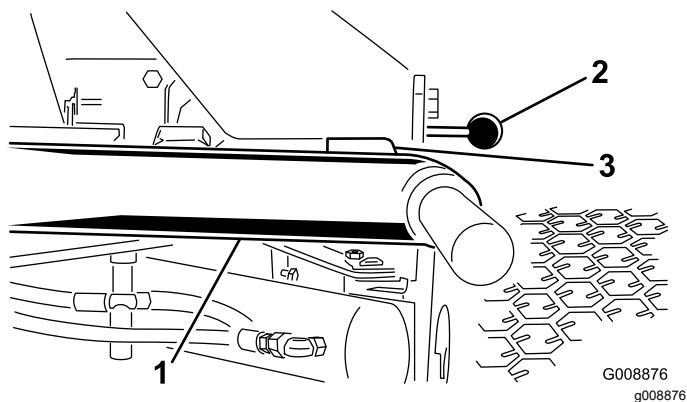

Figura 11
1. Ligue o motor, eleve as unidades de corte e verifique se a folga entre cada braço de elevação e o suporte da placa do chão é de 5 a 8 mm (**Figura 11**).